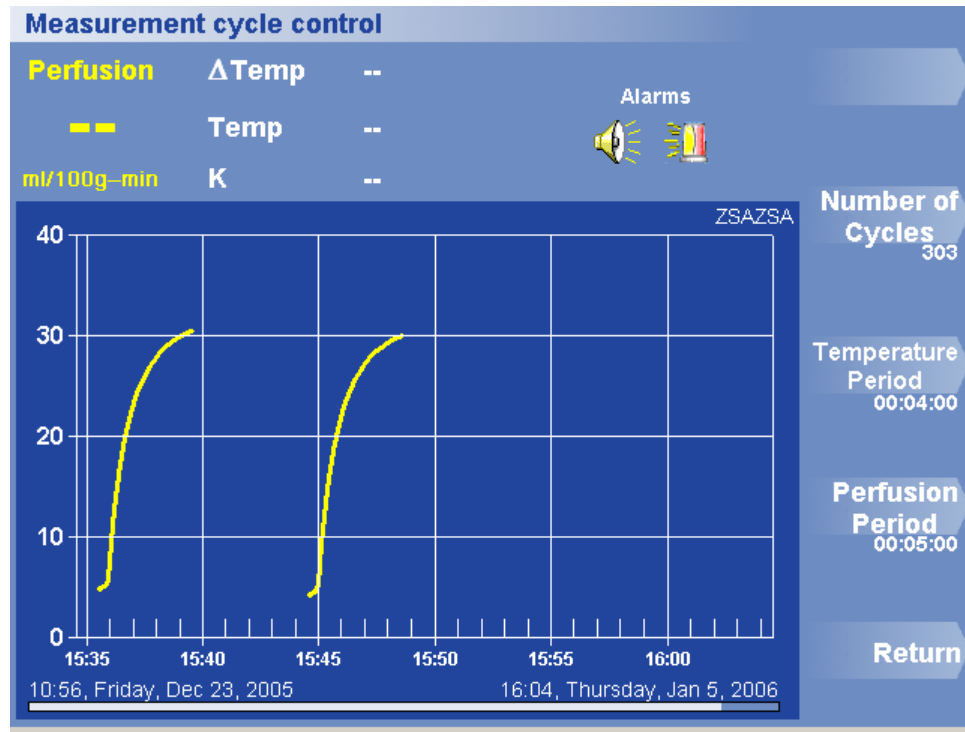

Figure 38. Menu Contrôle du cycle de mesure
1. Cliquez sur Options > More Options > Measurement Cycle Control (Options > Plus d'options > Contrôle du cycle de mesure). Le menu Contrôle du cycle de mesure apparaît (figure 38). Le nombre de cycles actuellement défini apparaît sous Number of Cycles (Nombre de cycles).
1. Cliquez sur Options > More Options > Measurement Cycle Control (Options > Plus d'options > Contrôle du cycle de mesure). Le menu Contrôle du cycle de mesure apparaît (figure 38). La durée actuelle de la période de stabilisation de la température apparaît sous Temperature Period (Période de température).
1. Cliquez sur Options > More Options > Measurement Cycle Control (Options > Plus d'options > Contrôle du cycle de mesure). Le menu Contrôle du cycle de mesure apparaît (figure 38). La durée actuelle de la période de mesure de la perfusion apparaît sous Perfusion Period (Période de perfusion).